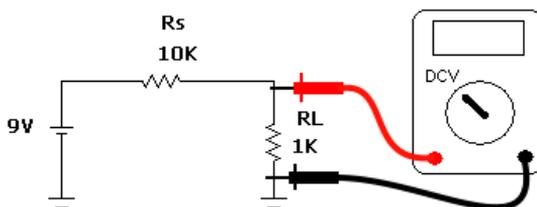
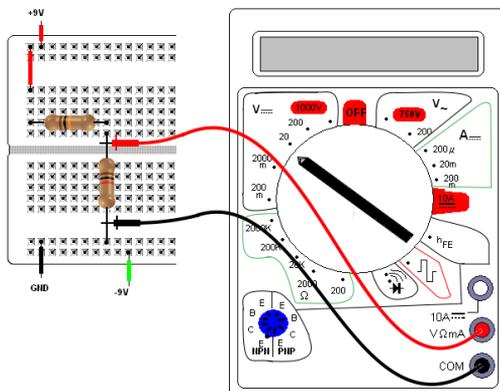

Figura 2 – Divisor de tensão
Figura 3 – Divisor de tensão – sugestão de *layout* na MP
- 1) Monte o circuito da Figura 2 (Divisor de tensão) na MP de acordo com a sugestão da Figura 3. Antes calcule V_s . Use a expressão do divisor de tensão.
- 3) Monte o circuito da Figura 2 de acordo com sugestão de *layout* da Figura 3, meça a tensão na carga.